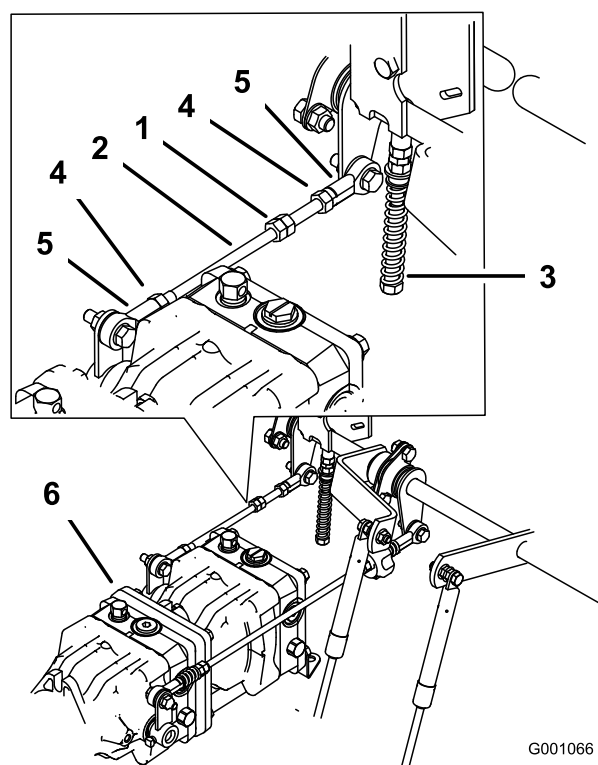

Figura 76
6. Serrate i dadi di bloccaggio dei giunti a sfera (Figura 76).
1. Allentate i dadi di bloccaggio ai giunti a sfera dell'asta di comando della pompa (Figura 76).
3. Regolate la lunghezza dell'asta della pompa facendo girare nella direzione opportuna i due dadi sull'asta, finché la ruota si ferma o si sposta leggermente indietro (Figura 76).